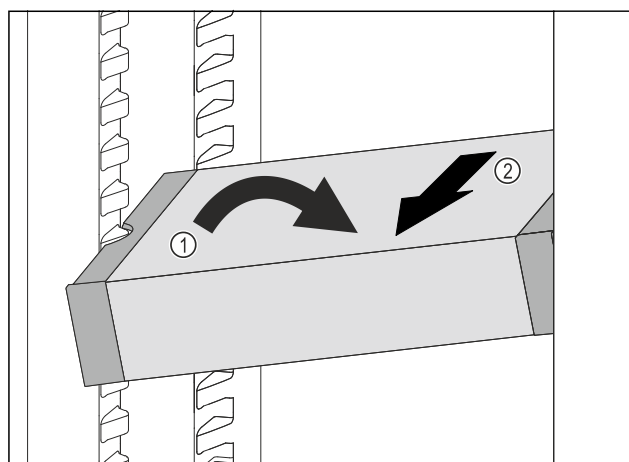

Fig. 98
- Наклонете VarioSafe в хладилната част. Fig. 98 (1)
- Извадете VarioSafe напред. Fig. 98 (2)